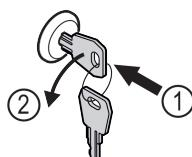

Fig. 160
- Вдавити ключ. Fig. 160 (1)
- Повернути ключ на 90° проти годинникової стрілки. Fig. 160 (2)